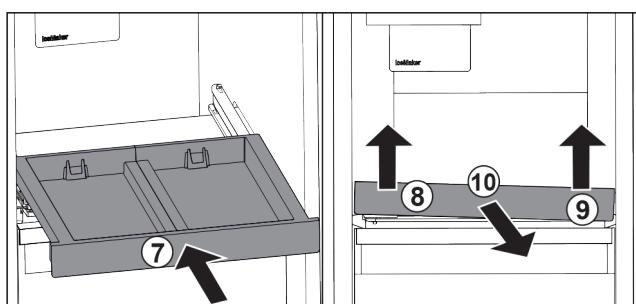

Fig. 101
- ▶ 推入拉出式搁板。Fig. 101 (7)
- ▶ 抬起抽屉左前部。Fig. 101 (8)
- ▶ 抬起抽屉右前部。Fig. 101 (9)
- ▶ 向前取出拉出式搁板。Fig. 101 (10)